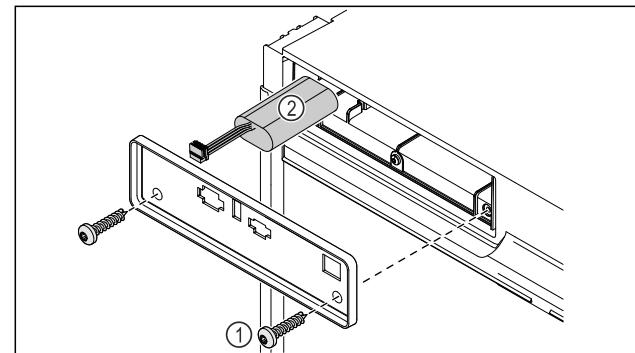

Fig. 228
- Развийте винтовете и свалете капака на гърба на уреда Fig. 228 (1).
- Изключете и извадете батерията Fig. 228 (2).